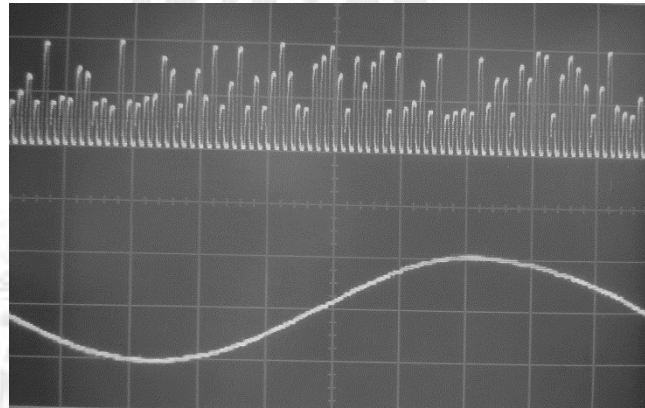

Figura 8.10 Comparación entre TP24 y TP33.
12. Observar las formas de onda de la señal PAM/TDM en la entrada de los demoduladores (TP24) y las señales en la salida de los demoduladores (TP33/34/35/36) (Figura 8.10).